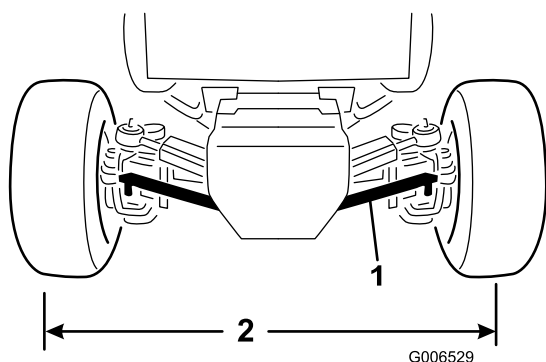

Figura 63
di montaggio sull'assale e separate il giunto a sfera dall'assale (Figura 63).
3. Ruotate il giunto sferico del tirante verso l'interno o verso l'esterno finché la distanza da centro a centro sulla parte anteriore e posteriore delle ruote posteriori non è identica (Figura 63).